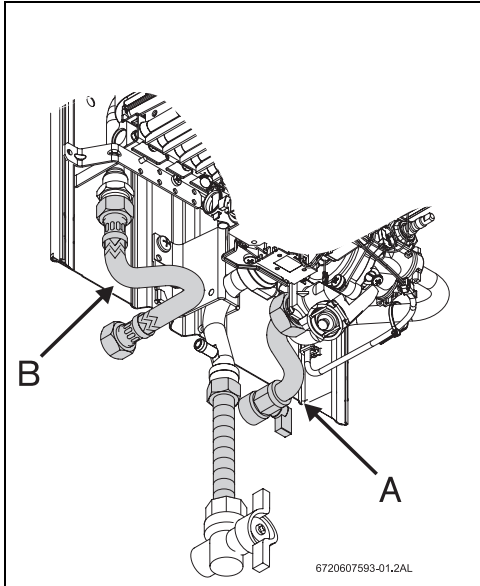

Fig. 14 Conexión del agua
- ▶ Identificar el tubo de agua fría (Fig. 14, pos. A) y el tubo de agua caliente (Fig. 14, pos. B), para evitar cualquier conexión equivocada.